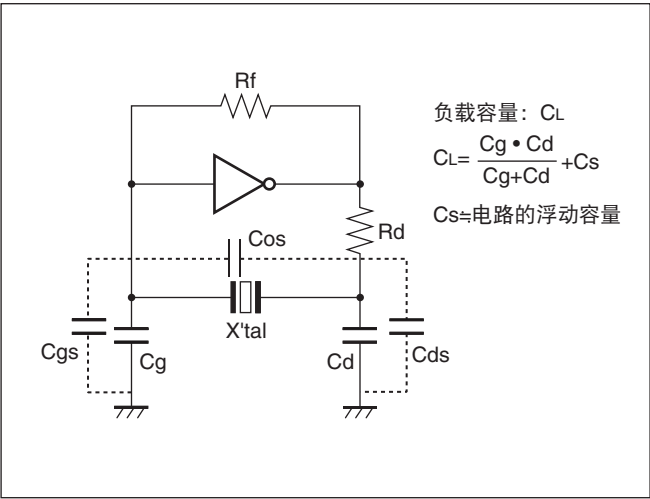

图12
- 负载容量 (C_L) 是用来决定在振荡电路中晶振频率的参数,从加在振荡电路中晶振两端的电容可知负载容量(参阅图12)。因振荡电路的负载容量的不同,晶振的频率会相应地产生变动。为了获得目标的频率精度,必须使晶振与负载容量相匹配。在使用时,请根据相应晶振的负载容量,将振荡电路的负载容量设定为与其相符。